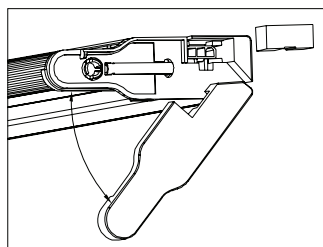
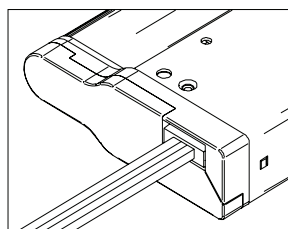

Figure 6
Figure 8
13. To access linking port- rotate the endcap (7) downward to fully expose the linking port. Remove Linking port cover (8) to access Linking Port. **See Fig 6** Close endcap (7) after linking cord attached.- **See Fig 8**
13. Para acceder al puerto de enlace, gire el tapón (7) hacia abajo para exponer completamente el puerto de enlace. Retire la tapa del puerto (8) de enlace para acceder al puerto de enlace. **Ver Fig. 6.** Cierre el tapón (7) después de conectar el cable de conexión. - **Ver Fig. 8.**
8. Para instalar el cable de energía en la unidad principal, ubique el extremo del montaje más cercano al interruptor oscilante (6). Gire el tapón (7) hacia abajo para exponer completamente el puerto de enlace. Retire la tapa del puerto (8) de enlace para acceder al puerto de enlace.
13. Afin d'accéder au port de raccordement, tournez le capuchon (7) vers le bas pour exposer complètement le port de raccordement. Retirez le couvercle du port de liaison (8) pour accéder au port de liaison. **Voir fig. 6.** Fermez le capuchon (7) après avoir attaché le câble de raccordement. (**voir fig 8.**)